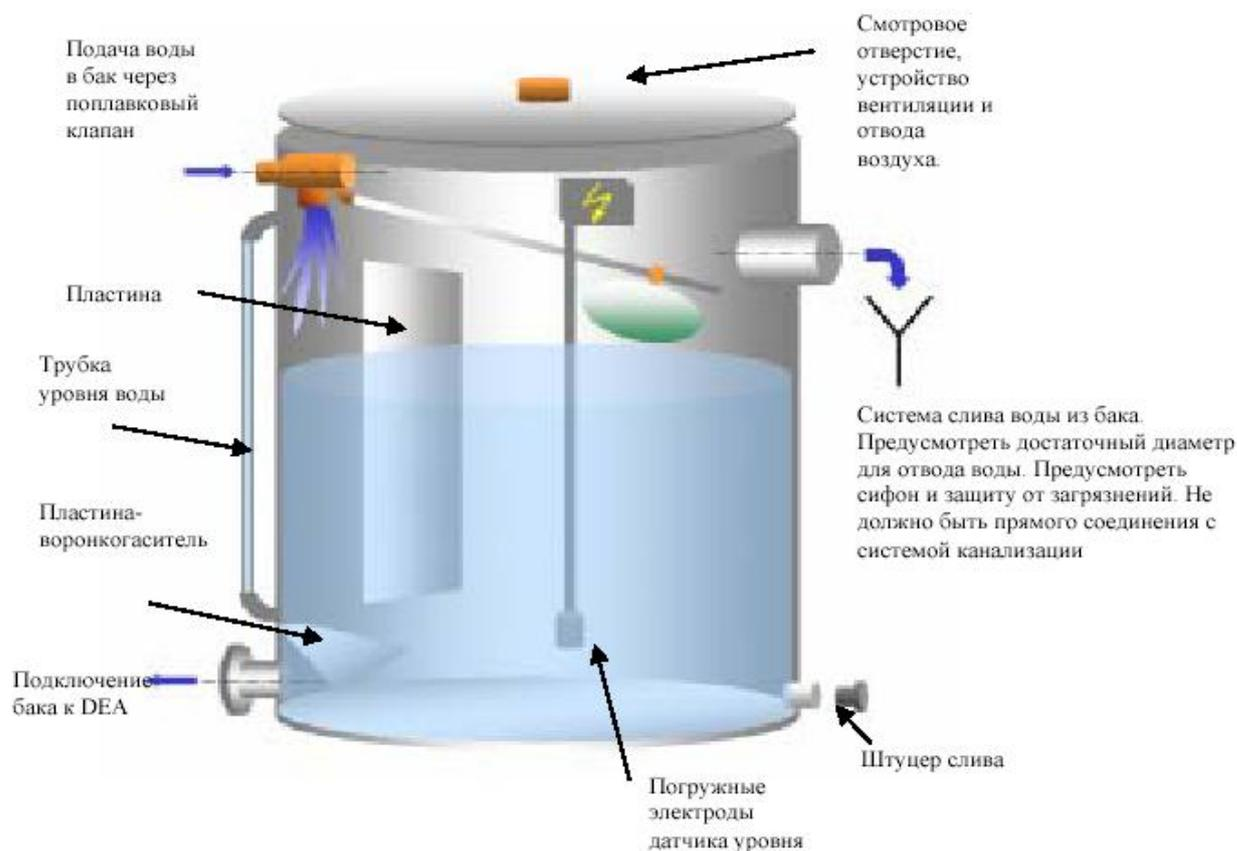

Рисунок 6. Накопительный бак открытого типа
1. Открытый накопительный бак (рисунок 6);